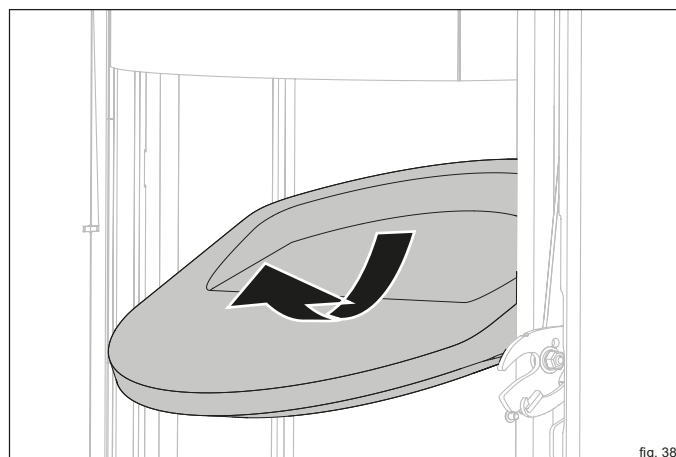

fig. 38
- Estrarre con cautela la pietra termica superiore dal supporto come raffigurato (fig. 38).